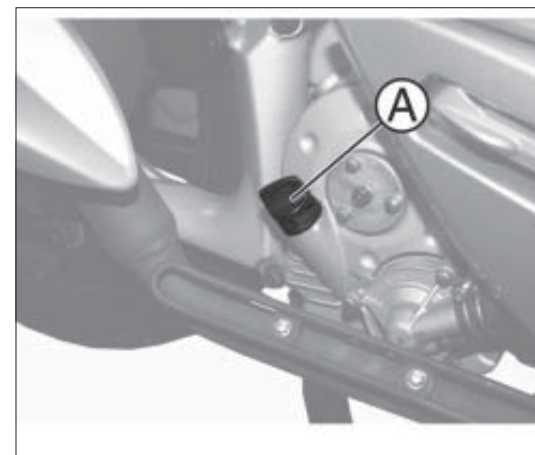
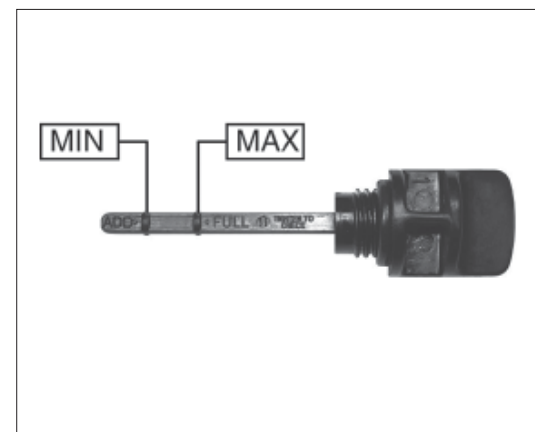

fig. 1
fig. 2
- svitare il tappo astina A fig. 1 e pulirlo con un panno pulito;
- avvitare in sede il tappo-astina A fig. 1;
- svitare nuovamente il tappo-astina A fig. 1 e verificare che il livello dell'olio raggiunga il livello intermedio tra MIN e MAX indicato in fig. 2